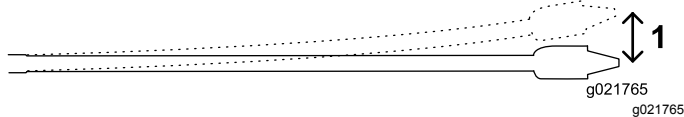

**Bild 28**
Die mit dieser Maschine verwendeten 3 m langen Rohre können sich über die Länge des Rohrs um bis zu 8 % biegen. Das entspricht einer Biegung von maximal 20 cm aus der Geraden (Bild 28).
- Senken Sie die ersten 3 m der Bohrkronen bzw. des Rohrs ohne Lenkung in den Boden. Das Ende der Bohrkronen befindet sich in einer Tiefe von 76 cm (**Bild 28**).